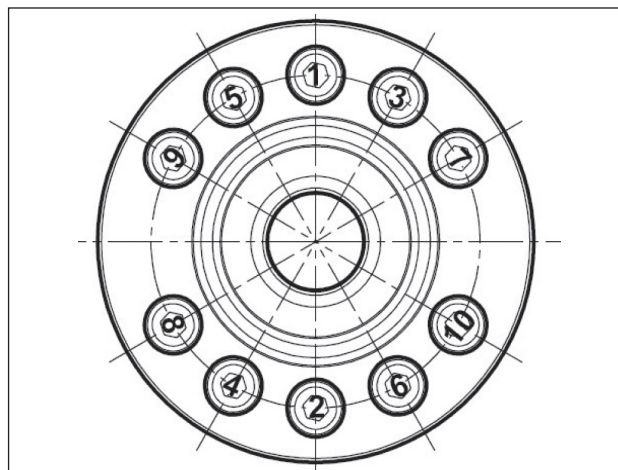

Fig. 67
**** Los tornillos de fijación de los soportes deben ser ajustados en una única fase respetando el orden indicado en el esquema de la Fig. 67.